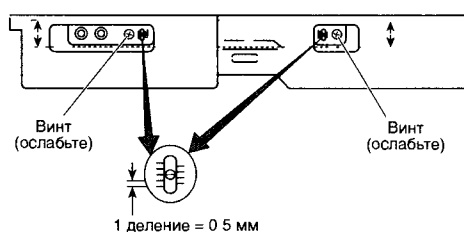

Рис. 28. Регулировка высоты направляющего профиля базы зеркал
- Если расстояние L_a больше L_b , а расстояние L_c меньше L_d , то поднимите направляющую базы зеркал № 2 со стороны выхода бумаги на половину разности $L_a - L_b$, ослабив винты (рис. 28).